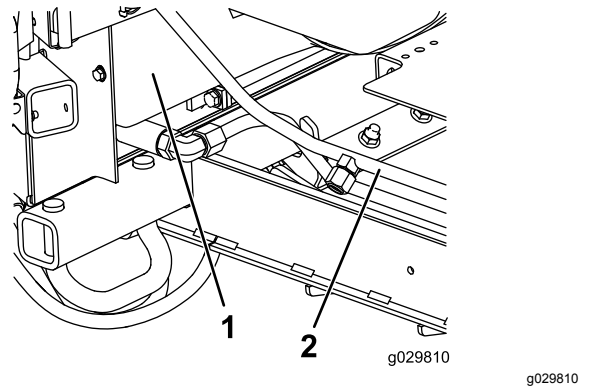
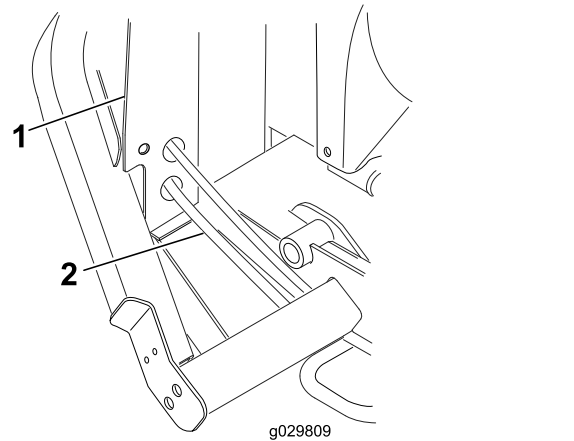

Bild 13
Bild 14
1. Bringen Sie auf der rechten Seite der Maschine, direkt vor dem Kühlerahmen, eine Auffangwanne unter dem Ölkühlerrücklaufschlauch an (Bild Bild 13 bzw. Bild 14).